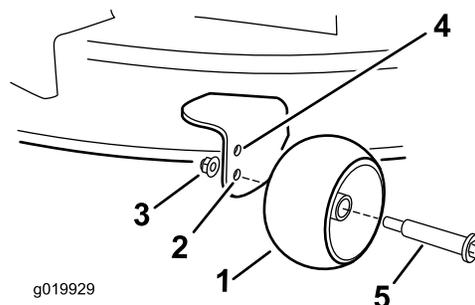

Figure 21
- Trou supérieur – utilisez cette position pour les hauteurs de coupe du tablier jusqu'à 63 mm (2½ po) (Figure 21).
- Trou inférieur – utilisez cette position pour les hauteurs de coupe du tablier à partir de 76 mm (3 po) (Figure 21).